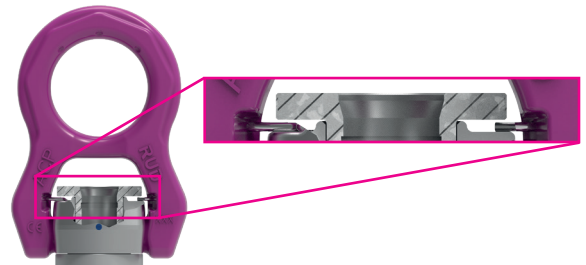

Abb. 13: ACP im Schnitt dargestellt. An der oberen Buchse ist die Einführschräge zu erkennen
1. Stecken Sie die Schraube in die mit einer Einführschräge ausgeführte Buchse (siehe Abb. 13).